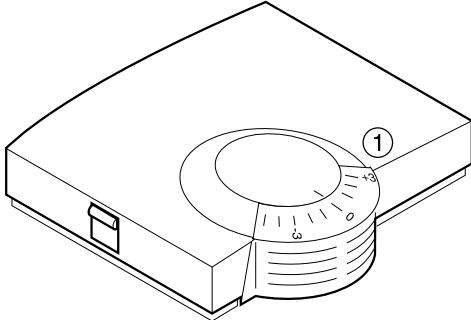

Figure 5: HCW 82
- Sélectionnez avec la molette de réglage (1) (voir Figure 5) le décalage de la température désirée (indications de l'échelle graduée en  $^{\circ}\text{C}$ ).
- Contrôlez si la molette de réglage se trouve dans la position montrée à la Figure 5.